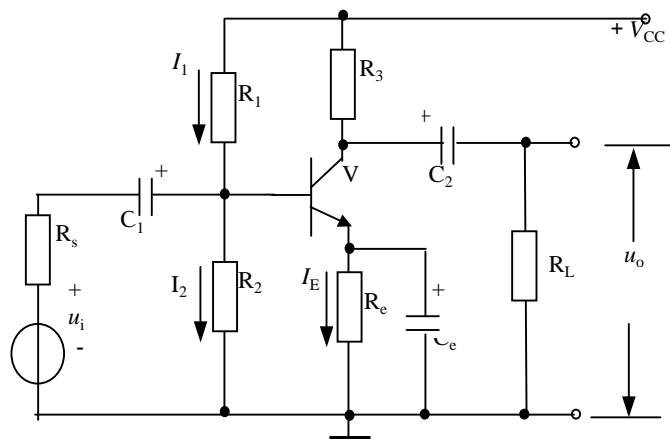

图2.15 分压式电流反馈式偏置电路
- (1) 由基极电阻 $R_1$ 、 $R_2$ 分压而得到固定的基极电位 $U_B$ 。设图2.15中流过 $R_1$ 、 $R_2$ 的电流分别为 $I_1$ 、 $I_2$ ，则
- (2) 利用发射极电阻 $R_e$ 的电流负反馈作用稳定静态工作点